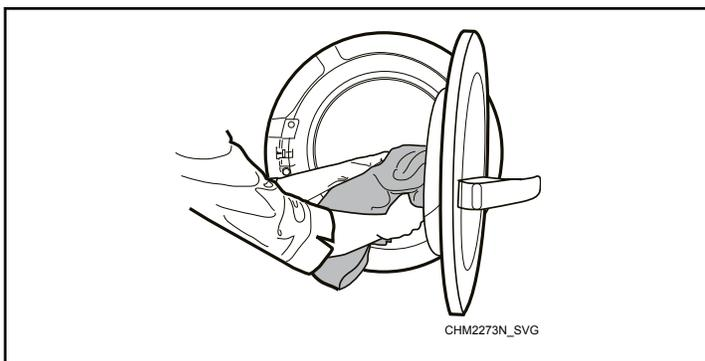

Figure 12
2. Charger la machine. Se reporter à la *Figure 12*.